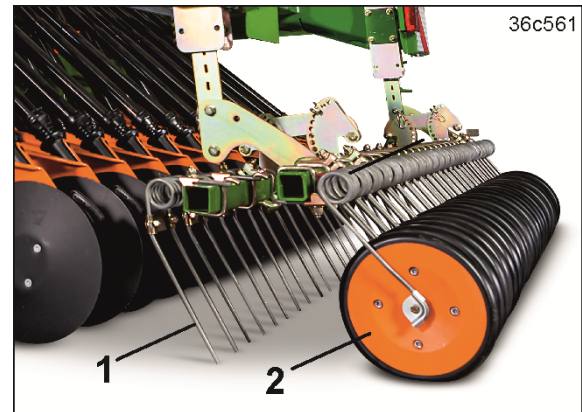

Fig. 88
- Harvtinder (Fig. 88/1)
- Trykkroller (Fig. 88/2)